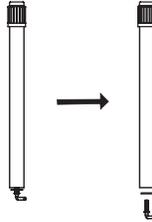

Fig.1
- 1 Extraiga todas las piezas de la caja de embalaje y compruébelas de acuerdo con la ilustración. Desenrosque la tuerca de plástico de la columna. (Fig.1)